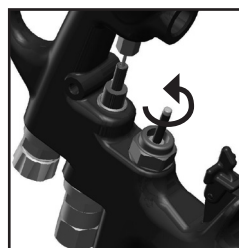

Fig. 15
2. Dévisser la soupape d'air à l'aide d'une clé de 14 mm. (Voir fig. 15)